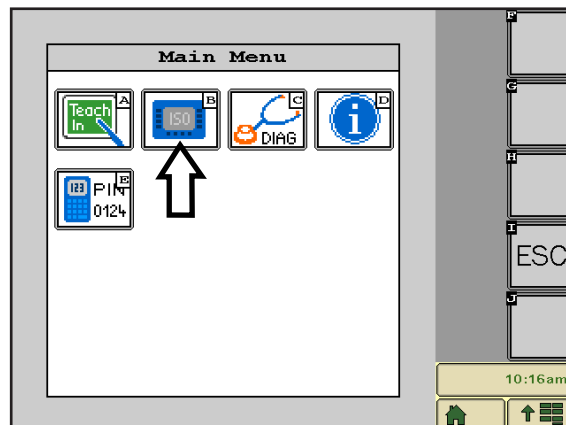

Fig. 14: Seleccionar Configuración de terminal
En el menú principal, pulse el símbolo VT (B) (véase Fig. 14) para abrir la configuración del terminal.